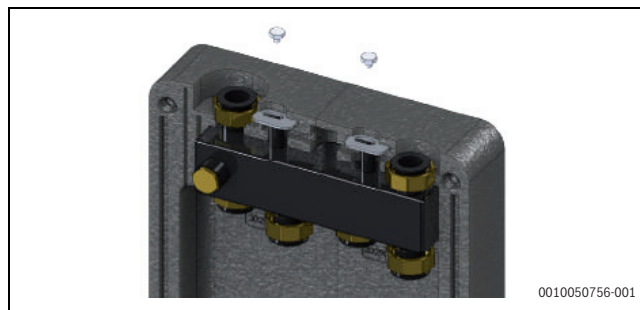

Fig. 401 Retirar parafusos
2. Com uma chave inglesa desenrosque e retire os parafusos (→ Fig. 401).